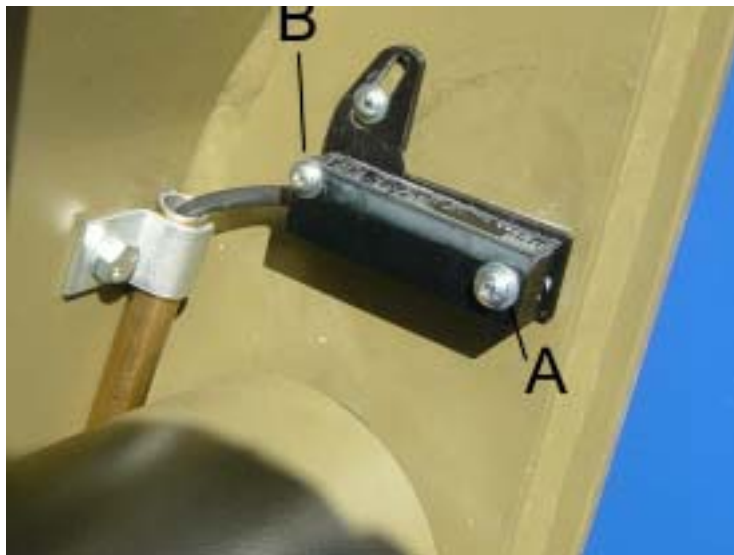

Figure 1 Interrupteur d'Angle
2. Dans le boîtier de raccordement de grue arrière, sonder entre la masse et le bloc 13. Dévisser légèrement les vis de réglage A & B sur Figure 1. Faire pivoter l'Interrupteur d'Angle jusqu'à ce que le voltage puisse être lu, l'interrupteur est allumé. Laisser l'interrupteur arrière tel quel et procéder au détecteur d'angle du bras supérieur avant.